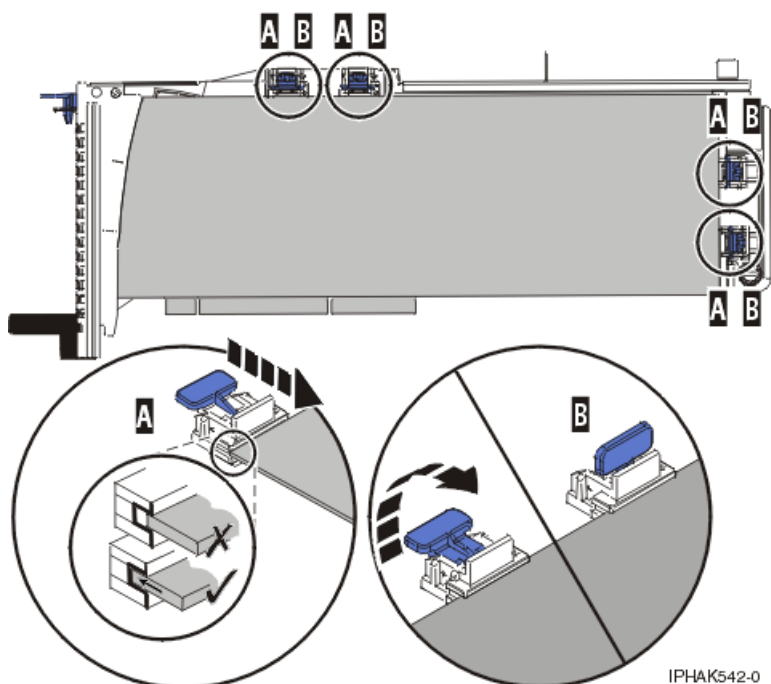

Figura 75. Adaptador de tamanho grande na cassete de adaptador PCI com os suportes e o estabilizador no devido lugar
- 3) Coloque e bloqueie as peças de fixação **B**. Consulte a Figura 75 na página 84.